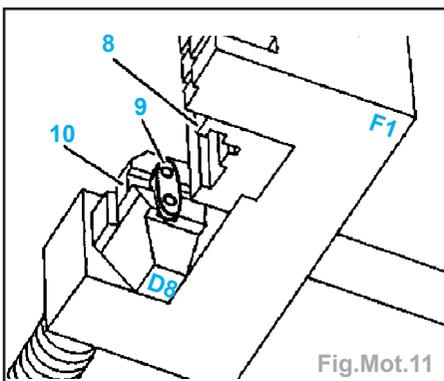

Fig.Mot.11
- démonter les enclumes de contre-appui (6 et 7) de l'outil (5),
- disposer l'élément de rivetage (8) repéré F1 dans l'outil (5) et le fixer en serrant la vis (Fig.Mot.11).